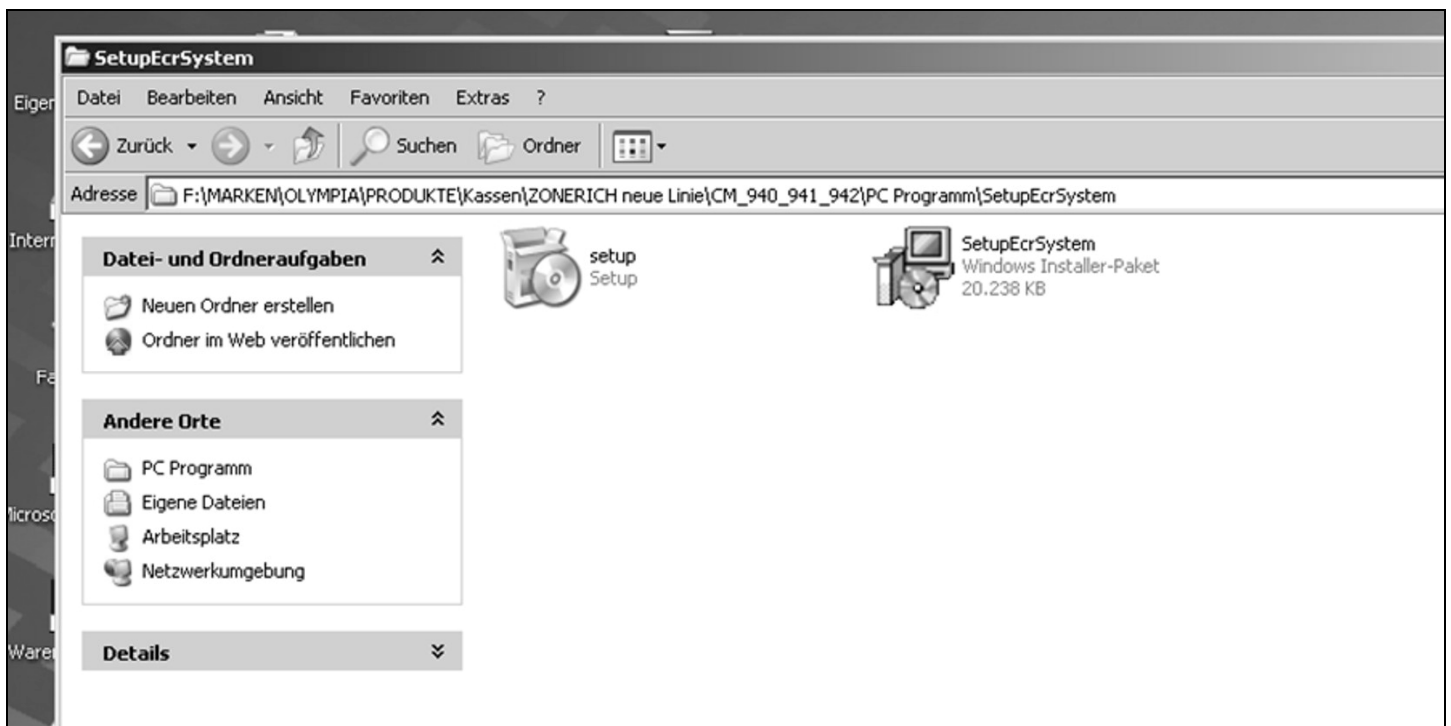

Abb. 4
3. Öffnen Sie den Dateiordner **Setup ECR-System** (siehe Abb. 4).